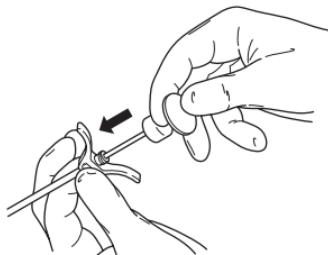

図3 - セメントオブチュレータを使用して骨セメントを注入する
5. X線透視誘導下で、セメントオブチュレータを使用して骨セメントを注入します(図3)。